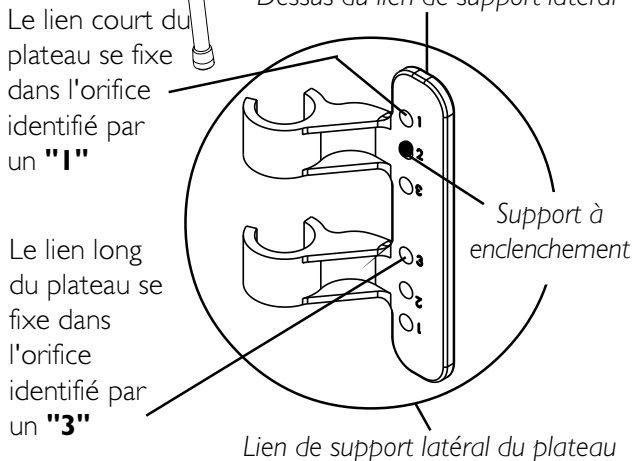

FIGURE 4 - INSÉRER LES LIENS DU PLATEAU DANS LES LIENS DE SUPPORT LATÉRAL DU PLATEAU
FIXER LE PLATEAU POUR LA MARCHETTE SUR LES LIENS DE SUPPORT LATÉRAL DE LA MARCHETTE (FIGURE 4)
1. Placer le plateau pour marchette sur la marchette en plaçant les liens du plateau vers l'avant de la marchette tel qu'illustré à la FIGURE 4.
2. Insérer et bloquer les liens du plateau dans les orifices suivants des liens de support latéral du plateau tel qu'illustré à la FIGURE 4.
NOTE: Il y a deux (2) longueurs de liens de plateau. Se référer au tableau suivant et au schéma "A" de la FIGURE 4 pour déterminer la longueur du lien.